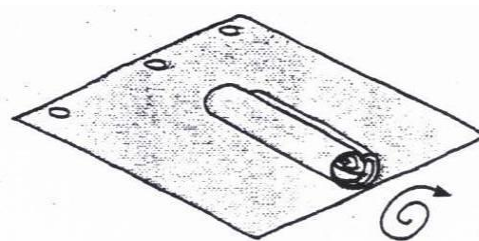

Bild 3
- Rollen Sie nun, wie die Abbildung 3 zeigt, diese Tuchhälfte zu einer Rolle zusammen